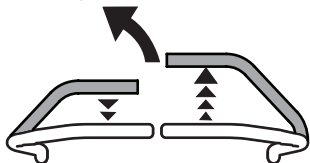

Fig. 22
1. Para girar a la izquierda, mueva la palanca de control de la transmisión del lado izquierdo hacia atrás respecto de la palanca de control de la transmisión derecha (Fig. 22).